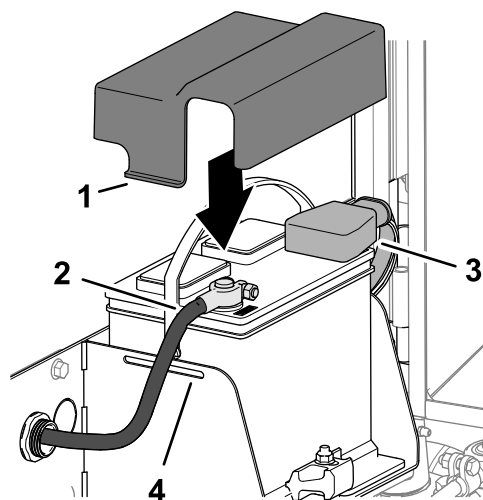

Рисунок 101
- Подсоедините положительный кабель аккумулятора (красный) к положительному (+) полюсному штырю аккумулятора (Рисунок 101).